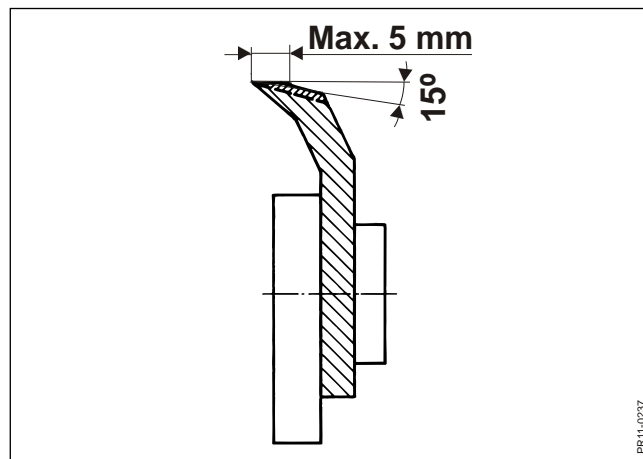

Fig. 4-20
**Fig. 4-20** For at undgå unødigt kraftforbrug under arbejde med snitteren og ekstra stort slid på slibestenen, er det nødvendigt at foretage en grovslibning eller afretning af knivene når skærekanten er 5 mm bred eller derover. Bagkanten skal slibes ned i en vinkel på ca. 15° bagover.